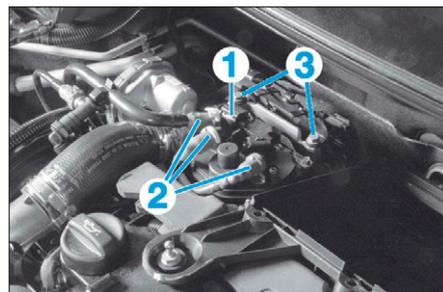

FIG. 58
- Débrancher le connecteur du capteur de présence d'eau (1) (Fig.58).
- Séparer le couvercle de l'élément filtrant (Fig.58).
- Visser les vis (3) (Fig.58).
- Accoupler les raccords (2).
- Débrancher le connecteur du capteur (1) de présence d'eau (Fig.58).